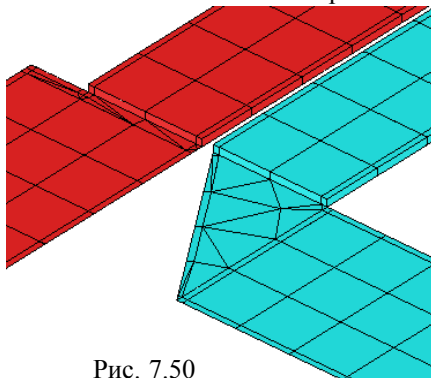

Рис. 7.50
- Щёлкните правой кнопкой мышки по имени структуры **EM_AXIEM_t** в окне просмотра проекта и выберите **Add Annotation**. В открывшемся окне в области **Measurement Type** отметьте **Planar EM**, в области **Measurement** отметьте **EM_MESH_F**, нажмите **Apply** и **OK**. Откройте трёхмерное отображение структуры. Встроенная в структуру сетка показана на рис. 7.50.